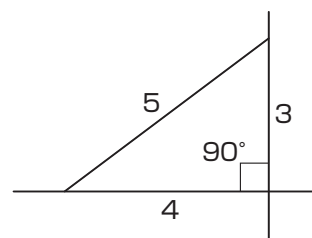

図1-2 直角出し寸法
- ①「**5 基本寸法**」を参照して本体の取付位置およびフロアの高さを決めてください。
- ②前面・両側面に丁張を組んでください。
- ③躯体に柱寸法の印をつけ、図1-2の方法で直角をだし、束柱の位置を出してください。
- ④束柱の位置から、両側の柱位置を決めてください。
- 各コーナーの直角を定規、図1-2の方法等で割り出してください。